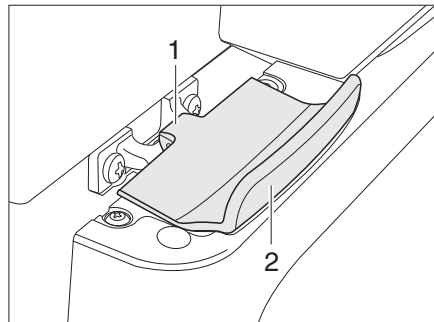

Bild 344 Verriegelung der Kühlschranktür, geschlossen (Thetford)
*Öffnen:* ■ Kühlschranktür am Griff (Bild 344,2) öffnen. Die Verriegelung (Bild 344,1) wird automatisch gelöst.